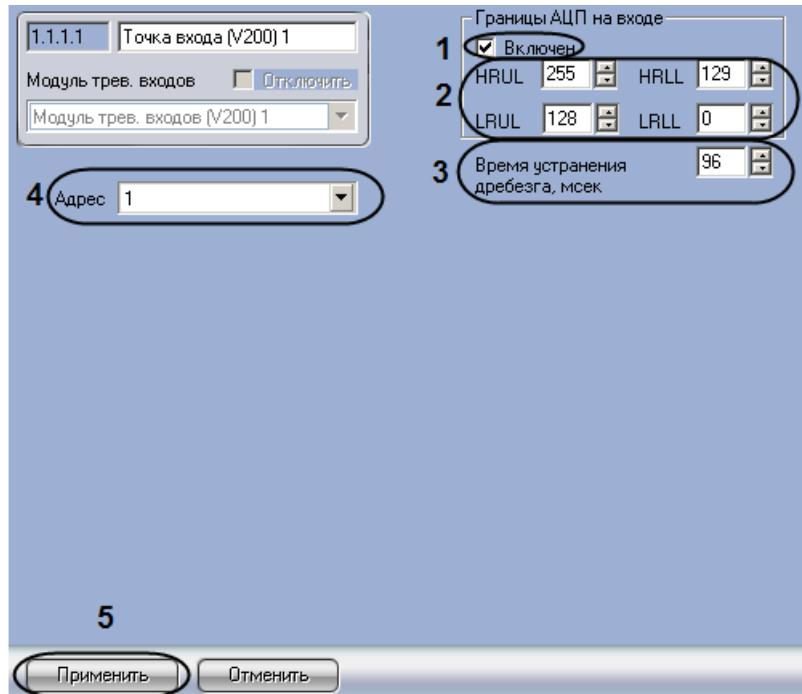

Рис. 3.8—5 Настройка точек доступа интерфейсных модулей V200, V300
- Если точка входа активна, необходимо установить флагок **Включен** (см. Рис. 3.8—5, 1).
- Настроить ограничения точки доступа (см. Рис. 3.8—5, 2) (см. раздел *Настройка ограничений в ЭСППЗУ*).